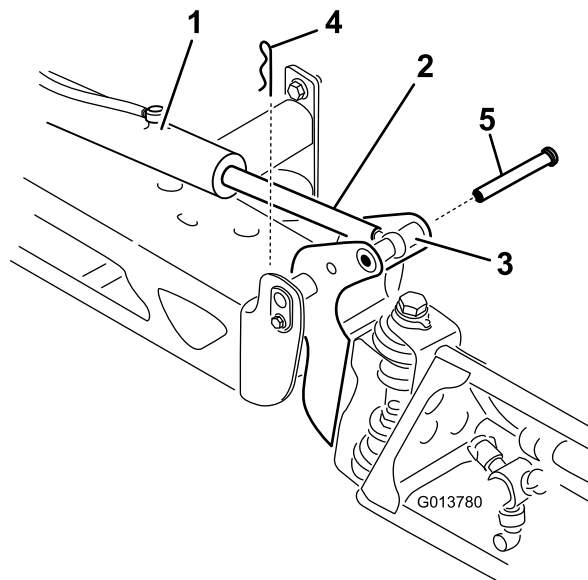

Figura 58
2. Retire la chaveta del pasador de giro (Figura 58).
3. Levante el brazo, retire el pasador (Figura 58), y baje el brazo lentamente al suelo.
- Sujetando el brazo, introduzca el pasador a través del pivote del brazo y del émbolo del actuador (Figura 58).